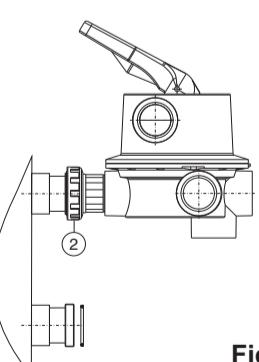

Fig. 2
2. Réunir la vanne avec la sortie supérieure du filtre en visant l'érou (2) de façon à ce que la vanne puisse tourner autour de l'axe de l'érou (figure 2). S'assurer que le joint torique (4) est bien dans son emplacement avant de serrer l'érou (2).